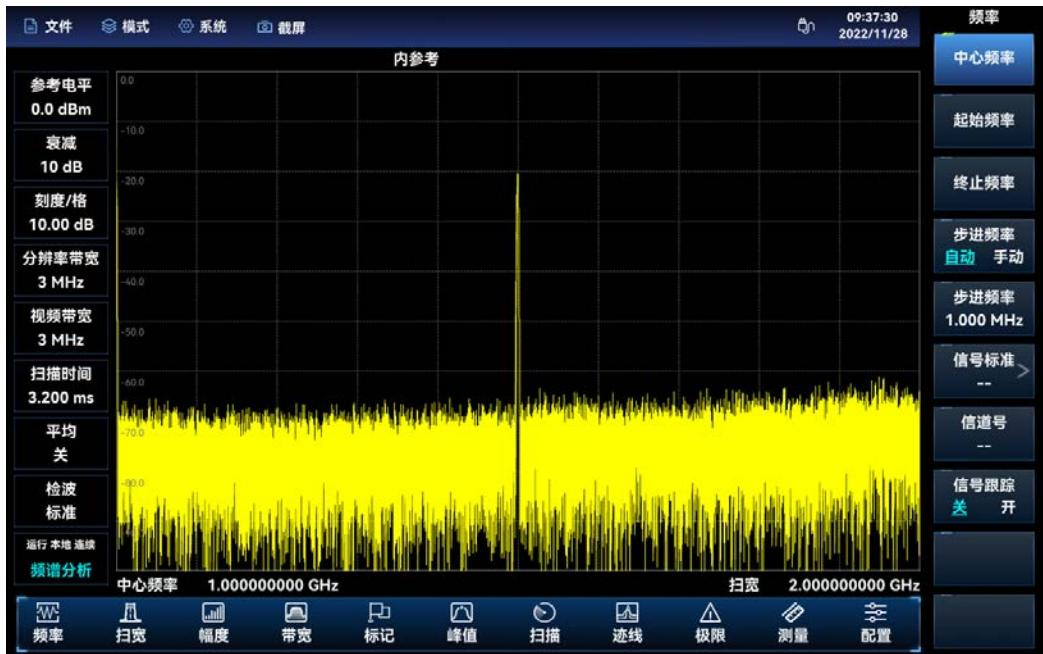

图 3.1 中心频率为 1GHz
- 按【射频开关】→[射频 开]，输出射频信号，设置外部信号发生器的频率为 1GHz。设置 4025 中心频率：按【频率】，选择[中心频率]，在数字键区依次点击[1][GHz]，设置中心频率为 1GHz。这些数字键可对当前参数设置确切的值，步进键（上下键）和滑动轴也可用于改变中心频率值，如图 3.1 所示。